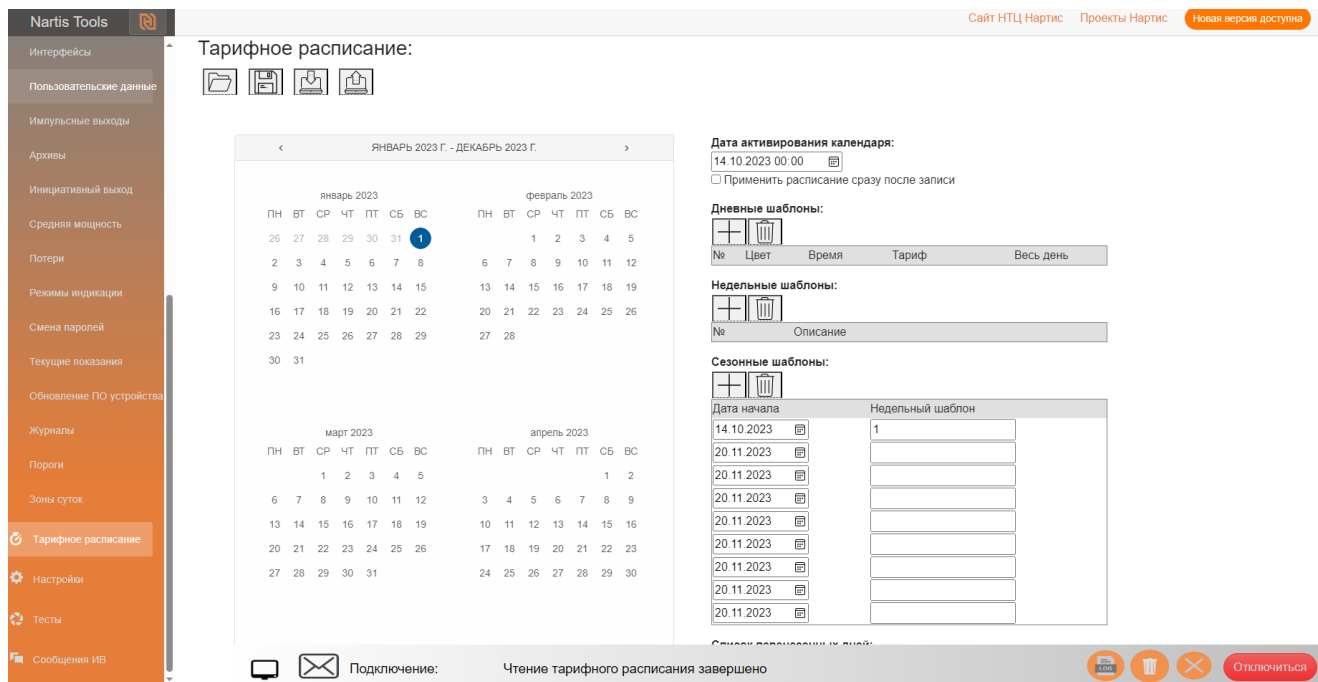

Рисунок 62 – Вид диалогового окна раздела «Тарифное расписание» при формировании сезонного шаблона
3. Создание набора сезонных шаблонов переключения, состоящих из времени начала сезона, выровненное по началу дня и номера недельного шаблона из существующего набора недельных шаблонов переключения (рисунок 62).